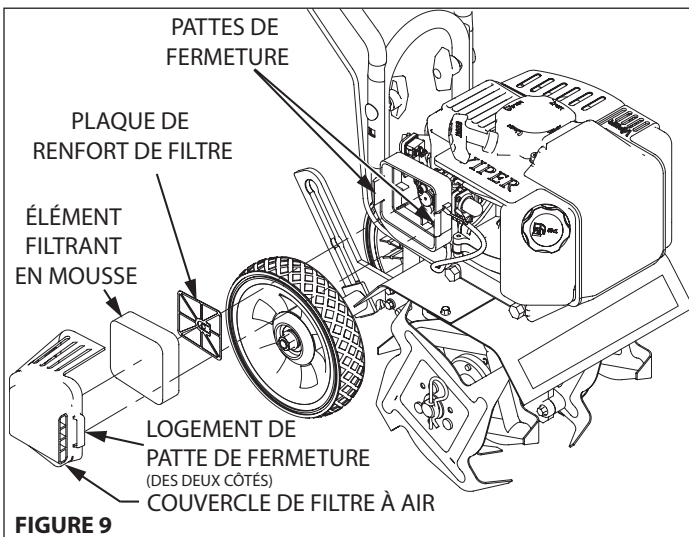

FIGURE 9
2. Pour déposer le couvercle de filtre à air, appuyer sur les pattes de fermeture de part et d'autre du couvercle. **VOIR FIGURE 9**